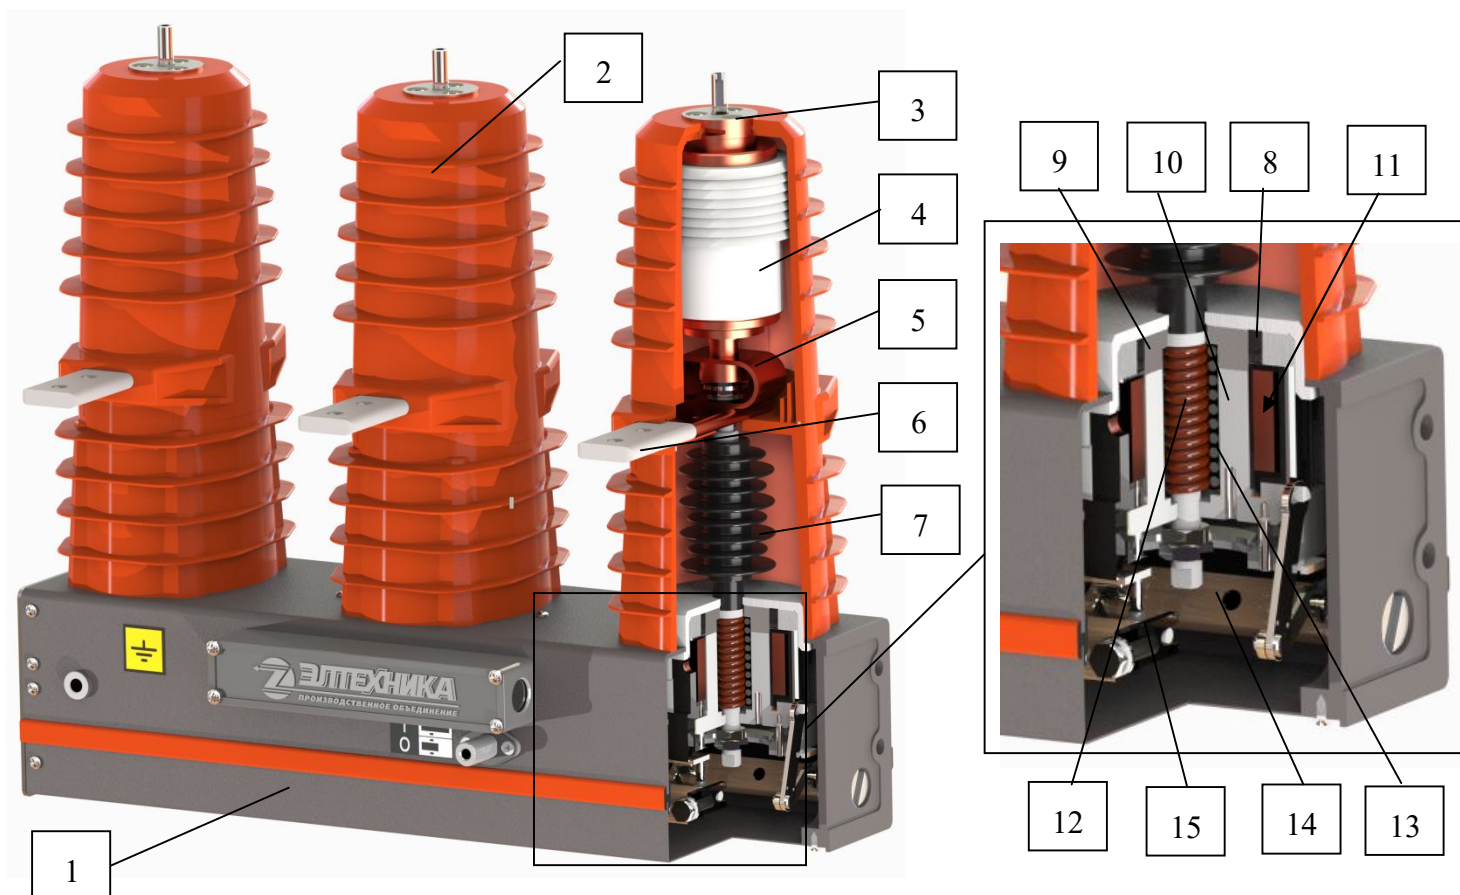

Рис. 2 Конструкция выключателя
1.4.1. Конструкция выключателя приведена на рис. 2.
1.5.3. Ручное отключение выключателя (рис. 3) происходит при воздействии на выводы вала отключения 1 расположенные на торцах выключателя, или на кнопку ручного отключения 2, расположенную на лицевой стороне выключателя. При этом вал отключения 14 (рис. 2) проворачивается и через систему рычагов происходит разъединение подвижного якоря и статора, разрывается замкнутый магнитный контур, образованный магнитной защелкой, удерживающее усилие магнитной защелки ослабевает и выключатель отключается пружиной отключения 13 (рис. 2). Усилие воздействия на кнопку ручного отключения не более 200Н